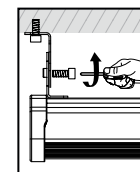

Рис. 4
- 5.13 С помощью болтов М8х16мм соедините две части скобы и стяните между собой, закрепив осветительный прибор на поверхности [рис. 4].